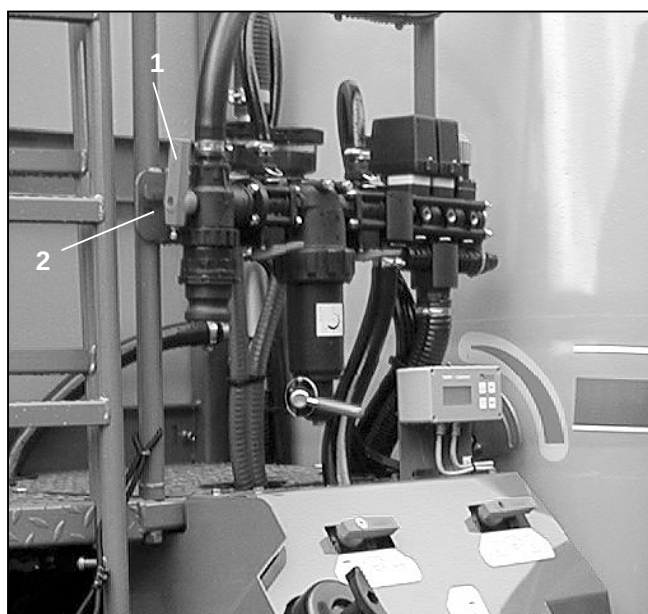

Fig. 7.24
- Sikringspladen (fig. 7.24/1) trykkes bagud, og omskifterhanen (fig. 7.24/2) drejes ned og restmængden tømmes af.